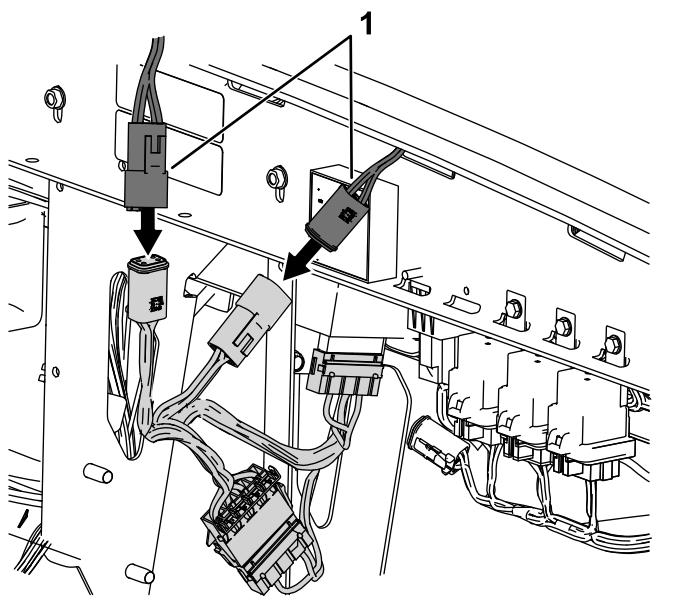

Figure 28
5. Reliez le connecteur carré libre du faisceau du convertisseur d'alimentation au faisceau adaptateur de la cabine (Figure 28).
6. Reliez le connecteur femelle libre du faisceau du convertisseur d'alimentation au faisceau adaptateur de la cabine (Figure 28).